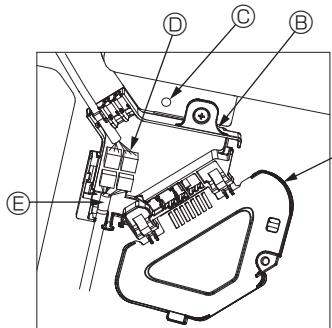

Fig. 10-8
- ① Αφαιρέστε τη μία βίδα που στερεώνει το κάλυμμα του πίνακα σύνδεσης και, στη συνέχεια, ανοίξτε το κάλυμμα.
- ② Συνδέστε σταθερά το συνδετήρα του σύρματος διακλάδωσης του μοτέρ πτερυγίων και το συνδετήρα του σύρματος μοτέρ πτερυγίων στον πίνακα σύνδεσης. (Fig. 10-8) Υπάρχουν δύο συνδετικά μοτέρ πτερυγίων: ένα μπλε συνδετικό και ένα πορτοκαλί συνδετικό. Βεβαιωθείτε ότι τα χρώματα των συνδετικών συμφωνούν κατά τη σύνδεσή τους.
- ③ Κλείστε το κάλυμμα του πίνακα σύνδεσης.